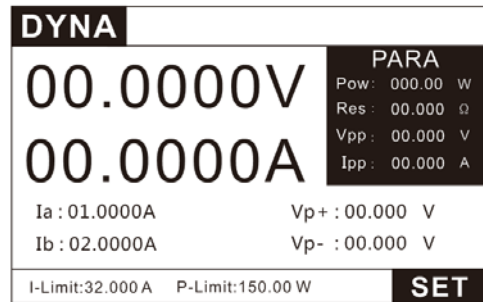

图 3.16 DYN A 测试界面
- 1) 按 **MODE** 键进入模式选择页面，按上下键选择 DYNA，按 **ENTER** 键进入 DYNA 测试界面图 3.16。